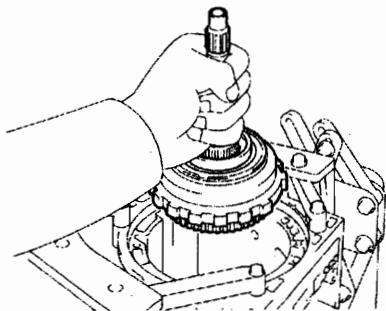

图 12-1-50
②如图 12-1-50 所示，从变速器壳体上拆下中央轴和 3 号单向离合器总成。